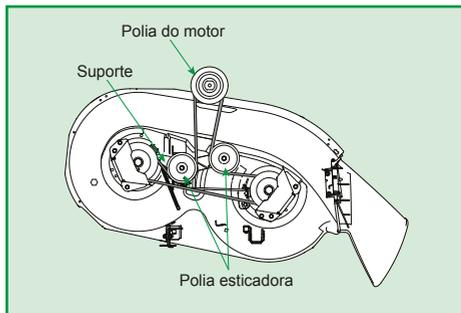

Figura 29
6. Recoloque a nova correia em todas as polias como exibido na Figura 29;